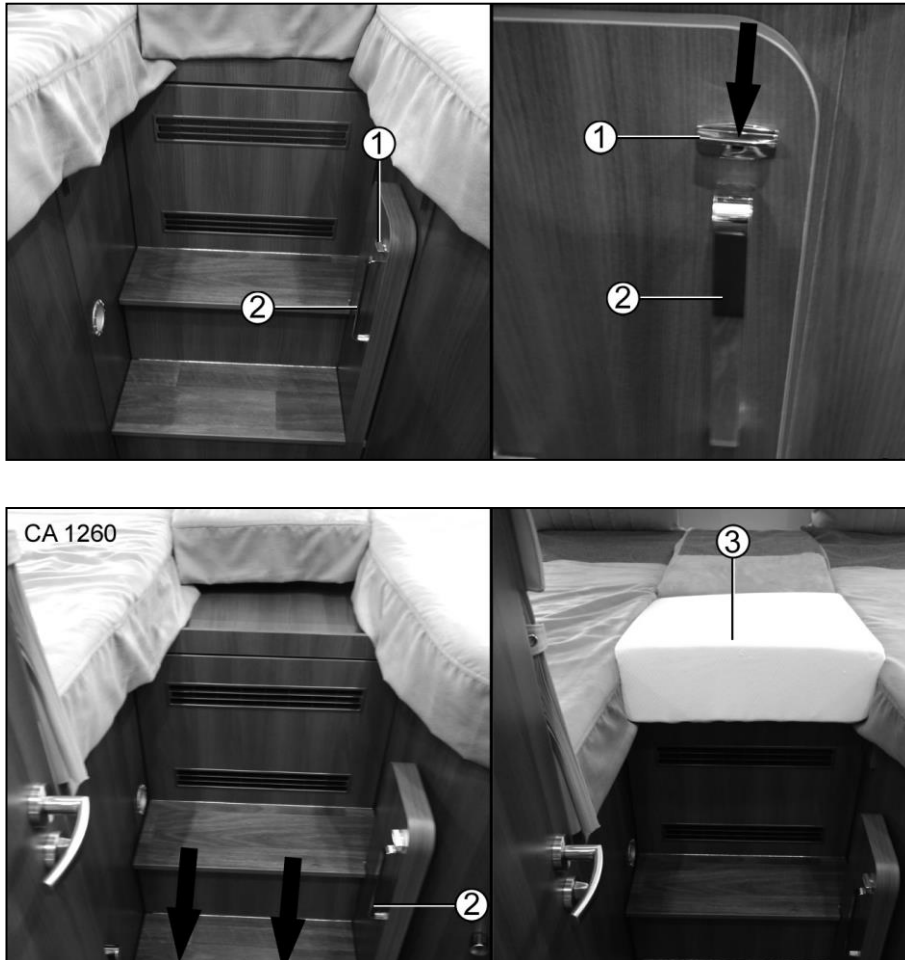

Fig. 71 Transformation du lit
1. Actionner l'interrupteur (Fig. 71/1).
2. Tirer le marche-pied avec la poignée (Fig. 71/2) en direction de la cabine jusqu'à ce qu'il encliquette.
3. Placer un coussin d'appoint (Fig. 71/3) sur la surface libre.